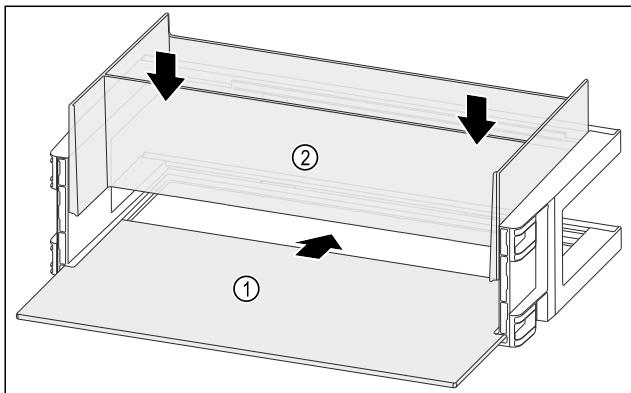

Fig. 98
- ▶ Вкарайте рафта Fig. 98 (1) в страничните прорези.
- ▶ Поставете органайзера Fig. 98 (2).